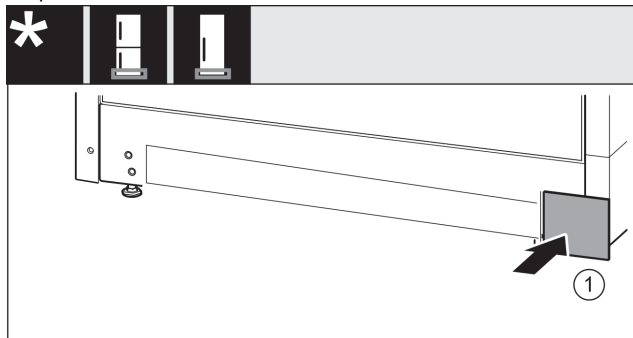

Fig. 19
- Așezați capacul Fig. 19 (1) din nou pe cealaltă parte.